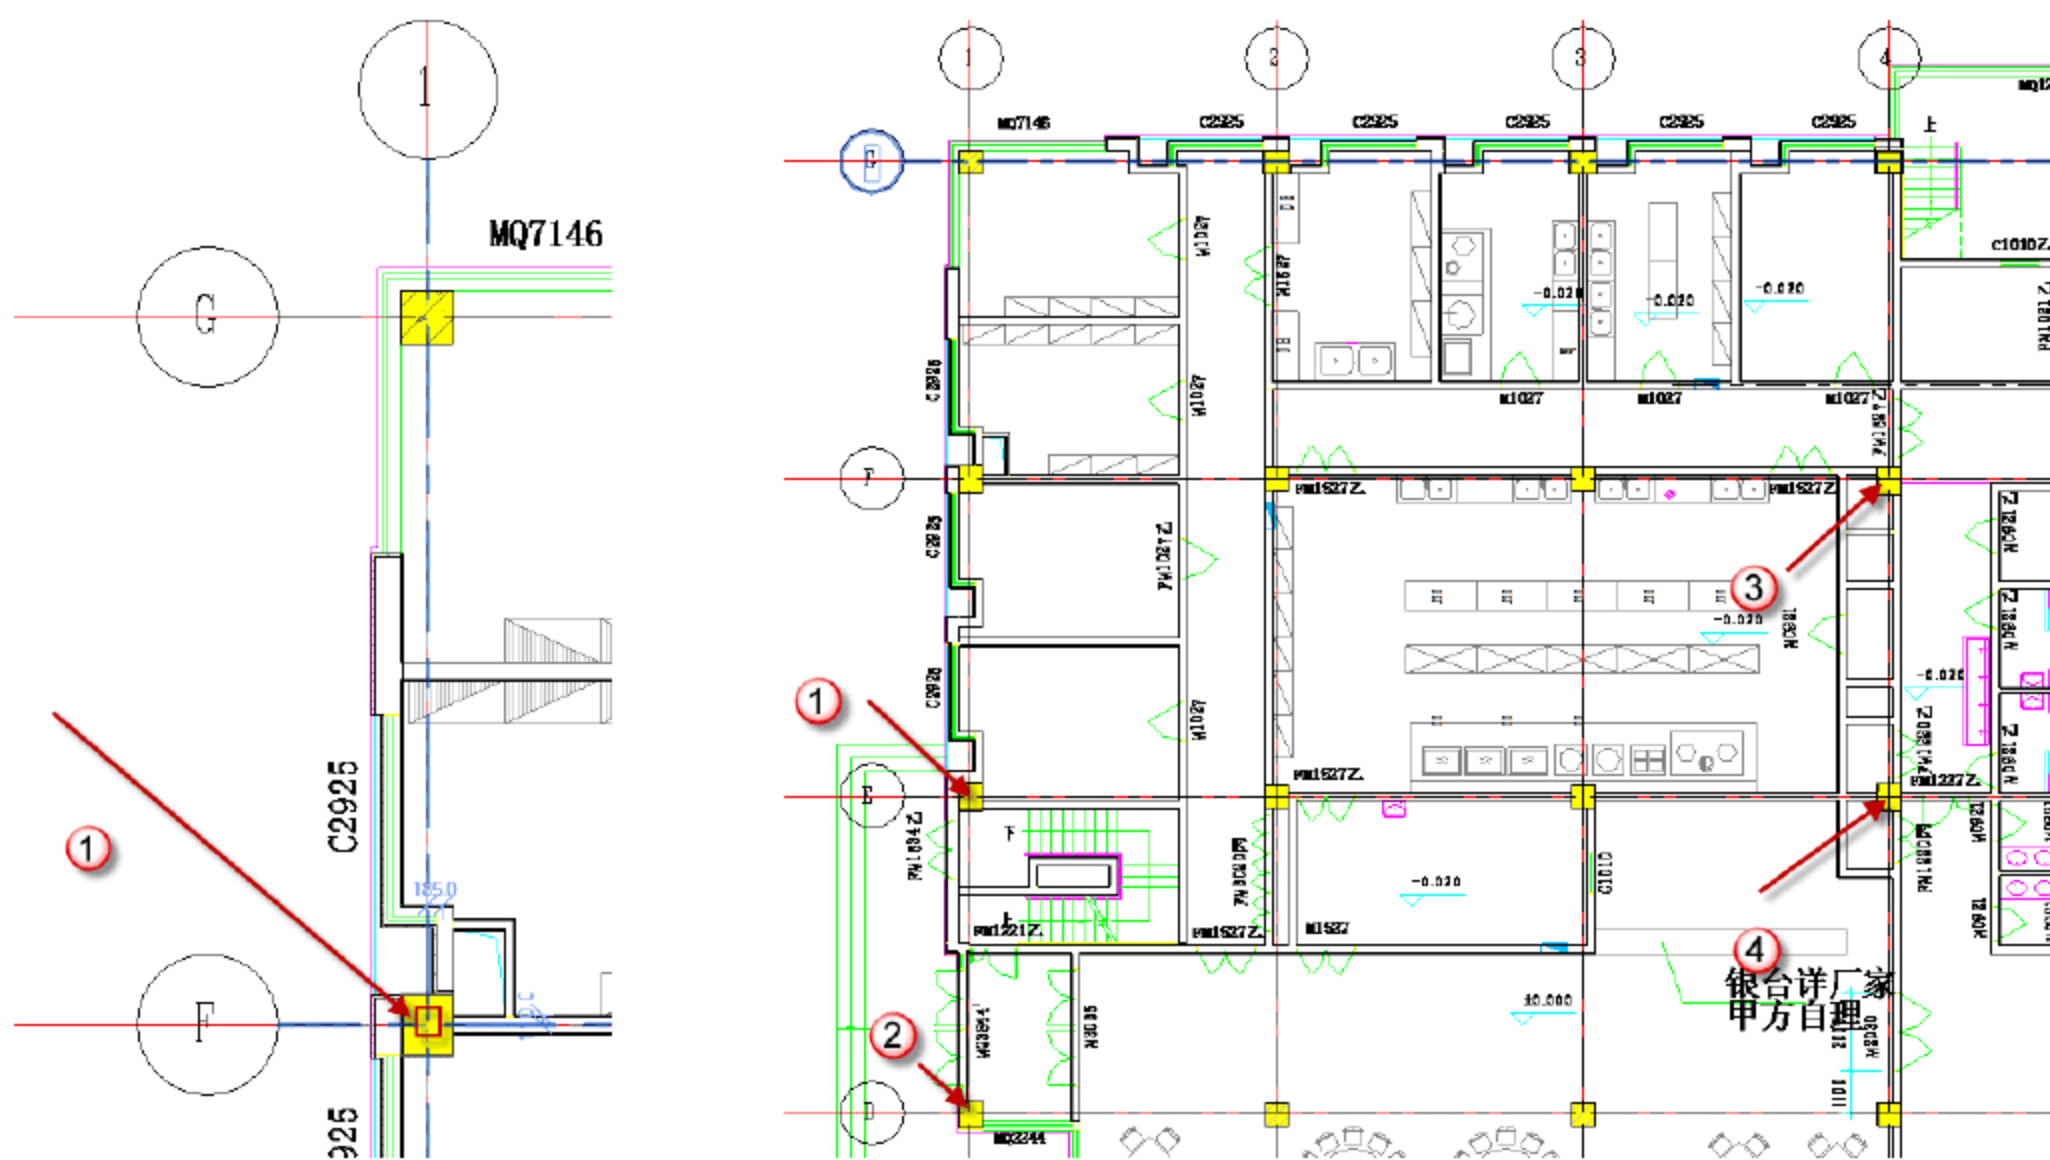

图 10.2.66 “600\*700”矩形柱的绘制对齐点详图 图 10.2.67 “600\*700”矩形柱的绘制部分对齐点
(8) D 轴到 G 轴和 1 轴到 4 轴之间“600\*700”建筑柱的绘制。选择“建筑”→“柱”→“建筑柱”命令,选择“600\*700”建筑柱,将高度改为到“屋顶”(由于本食堂项目 1、2、3 层柱子几乎相同,这里所有柱子都直接画到屋顶层,后面再做局部修改)。将光标对准如图 10.2.66 所示“1”点(1 轴和 F 轴的交点),再单击对齐。重复上述步骤,完成 D